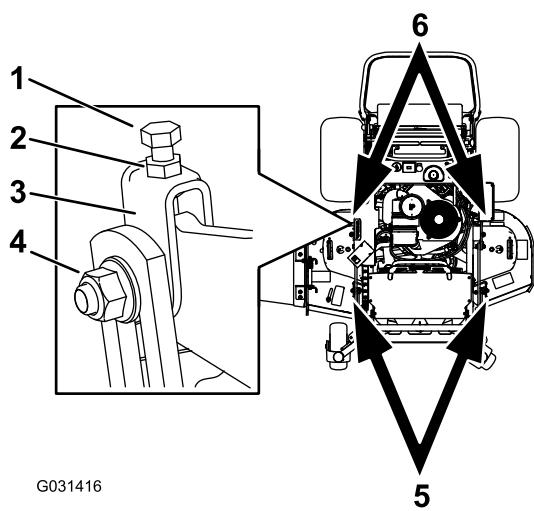

Bild 90
- Lockern Sie die Klemmmutter und die seitliche Schraube in den Jochs, die Sie einstellen möchten (Bild 90).
- Drehen Sie die obere Schraube der Jochs, um die Höhe des Mähwerks einzustellen (Bild 90).
5. Sollte die Einstellung nicht richtig sein, ermitteln Sie die zwei vorderen Jochs an der Maschine (Bild 90).